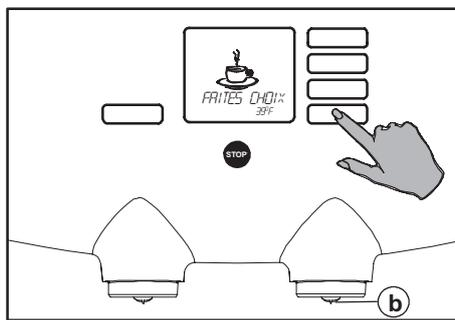

Fig. 16 Sélectionnez le bouton verseuse
2. Appuyez le bouton de sélection de la verseuse (fig. 16).
- Maintenant le distributeur verse la boisson par le bec de sortie de droite (fig. 16 b) et s'arrête automatiquement après avoir rempli la verseuse.